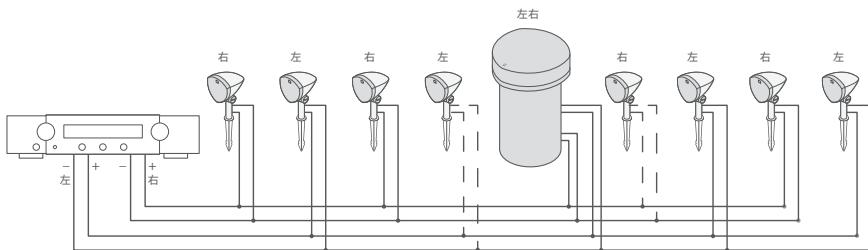

图 4
4. 按照下一页第 6 节“安装卫星扬声器”和第 7 节“安装低音炮”的接线说明，将扬声器线穿过沟槽。我们建议每个扬声器多留 14-16 英寸的线缆，这样当沟槽中的土覆盖线缆时，线缆就不会扭结或拉紧。图 4 显示的是使用立体声放大器的整个系统接线。
- 正确连接所有扬声器和低音炮后，确保关闭放大器/接收器电源。将左/右扬声器线连接到放大器/接收器上匹配的正极 (+) 和负极 (-) 端子（参见图 4 中的放大器接线图）。